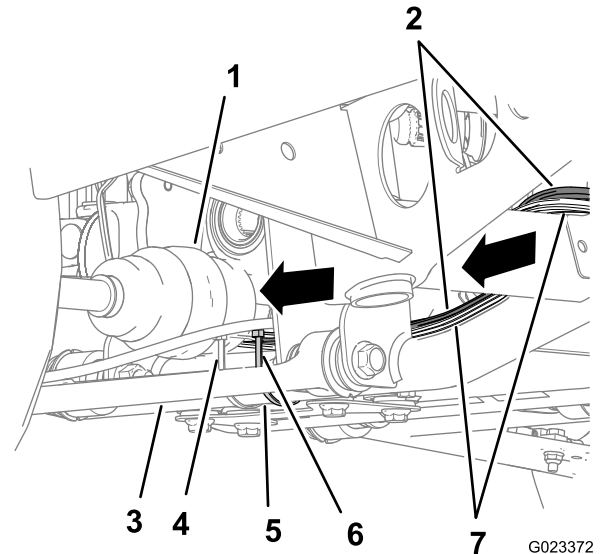
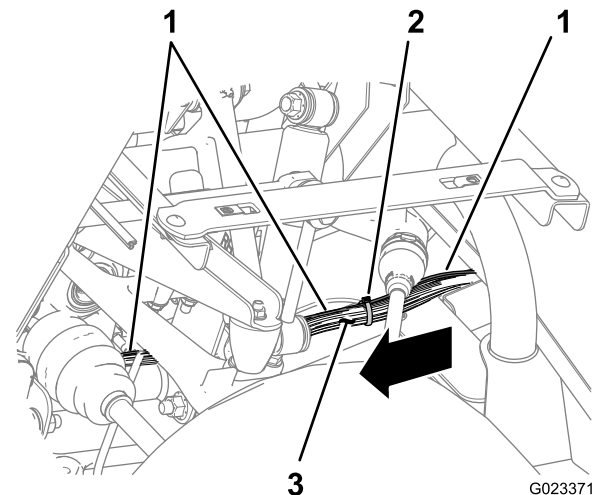
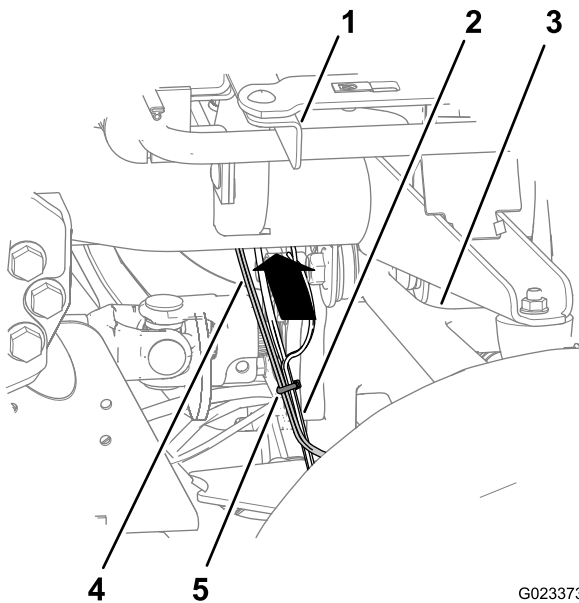

Bild 26
Bild 27
Bild 28
5. Verlegen Sie den Kitkabelbaum weiter entlang des unteren Rahmenrohrs und dann nach oben hinter den oberen Steuerarm und den hinteren Stützkanal für den Sitz (Bild 26, Bild 27 und Bild 28).
- Befestigen Sie den Kitkabelbaum mit Kabelbinden an den zwei Stellen, die in Bild 27 und Bild 28 abgebildet sind, am hinteren Hauptkabelbaum.
- Befestigen Sie den Kitkabelbaum mit einer Kabelbinde an der Stelle, die in Bild 26 abgebildet sind, am unteren Rahmenrohr.